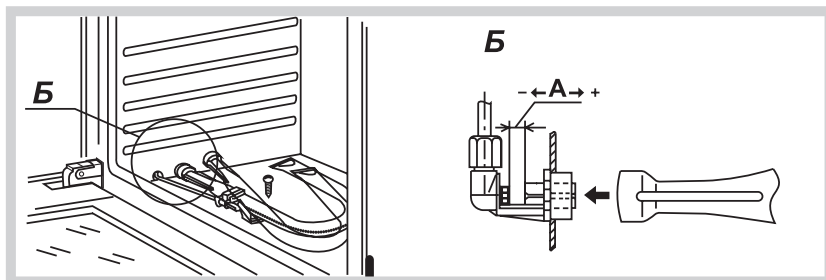

Рис. 12
- выкрутить шуруп и достать горелку из корпуса сопла (рис. 12);